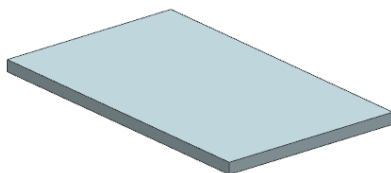

图 4-55 创建突出块特征
(3) 在“突出块”对话框中单击<确定>按钮创建突出块特征, 如图 4-55 所示。